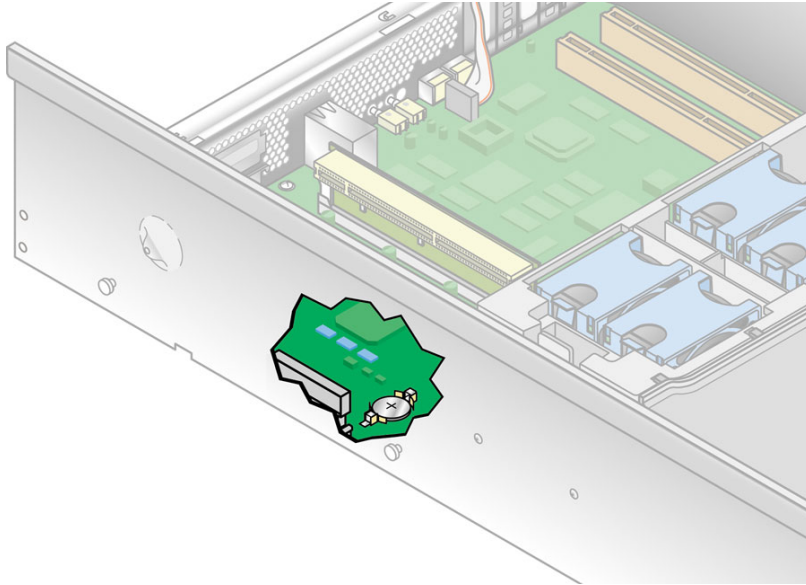

图 4-37 拆除系统电池
3. 向后滑动系统电池并从固定器上将其掀起即可将其拆除（有关它的位置，请参见图 4-37）。